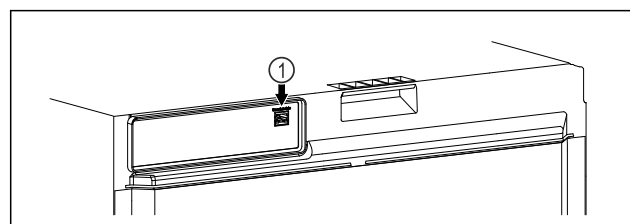

Fig. 108
- ❑ Założono SmartModule Fig. 108 (1).